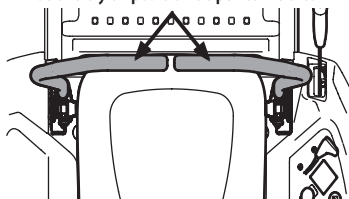

Figura 21
2. Mueva las palancas de control de transmisión de barras de seguridad del lado derecho y del lado izquierdo hacia adentro, en punto muerto, lo cual desactiva también el freno de mano (Figura 21).